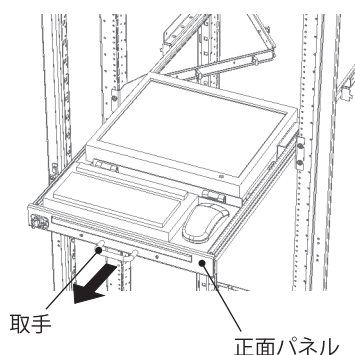

図 13
2. 正面パネルの取手を持ち、手前に引き出してください。(図 13)